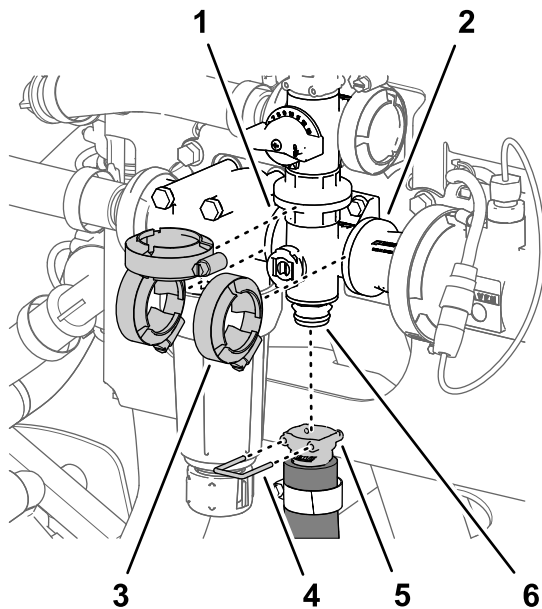

Figure 113
1. Retirez l'étrier qui fixe le raccord rapide du flexible d'agitation au collecteur de la vanne d'agitation (Figure 113).
- Retirez les 3 colliers bride qui fixent le collecteur de vanne d'agitation aux brides de la tête du filtre de pression et à l'adaptateur d'accouplement (Figure 113).